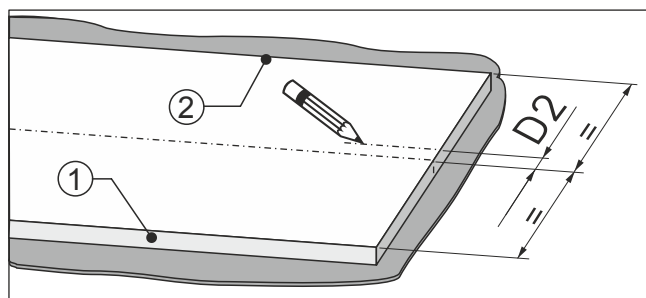

Fig. 96
- Від центральної лінії меблевого фасаду відміряти відстань Fig. 96 (D2) у напрямку до сторони обмежувача ходу дверцят Fig. 96 (2).